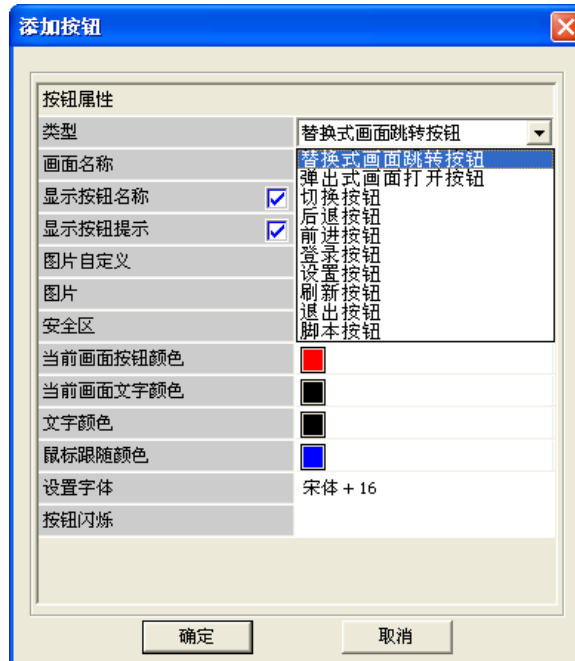

图 8-204 类型选择
- (2) 在上图中“类型”一栏选择要添加的按钮类型，点击空白处打开下拉框，选择需要的按钮类型，如图 8-204 所示。按钮类型选择好后，默认的按钮名称即为选择的画面名称或系统默认按钮的名称，用户可以选择是否显示按钮名称和按钮提示。在图片自定义一栏中，若需要自定义图片，那么选择“是”，然后从本地选择图片。“当前画面按钮颜色”、“当前画面文字颜色”只针对替换式画面跳转按钮，即当前显示的画面与按钮链接的画面一致时，按钮的颜色和文字颜色与设置的一致。“文字颜色”、“鼠标跟随颜色”、“设置字体”针对所有的按钮。点击“按钮闪烁”一栏的空白处，弹出一个文本编辑框，在文本框内输入脚本信息，实现按钮闪烁的效果。